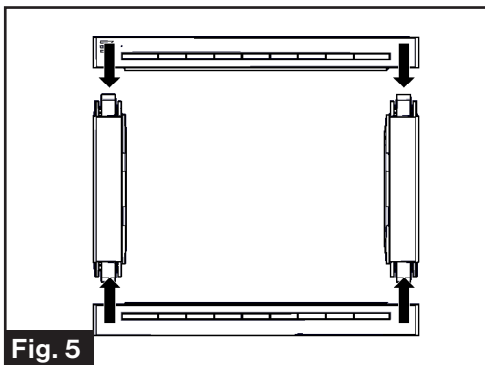

**Fig. 4**
4. Fije el microondas dentro del gabinete con 4 tornillos KA M4x20 mm provistos. (Fig. 4)